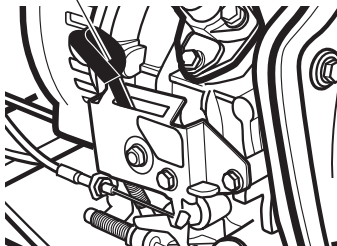

Рис. 9
- Установите рычаг пуска/остановки двигателя в положение «Пуск» (рис. 9).
- На моделях УГД-3000Е РЕЗЕРВ, УГД-4500Е РЕЗЕРВ, УГД-5500Е РЕЗЕРВ, УГД-6500Е РЕЗЕРВ, УГД-7000Е РЕЗЕРВ, УГД-8000Е РЕЗЕРВ: Установите рычаг пуска/остановки двигателя в положение «Пуск» (рис. 9).